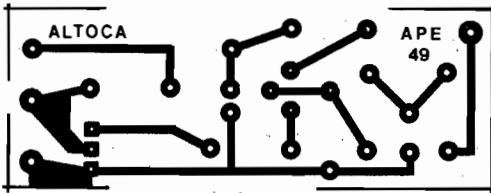

Fig.2
- FIG. 2 - LAY OUT DO CIRCUITO IMPRESSO ESPECÍFICO - Uma plaquetinha super-compacta, e com padrão cobreado bem descomplicado,